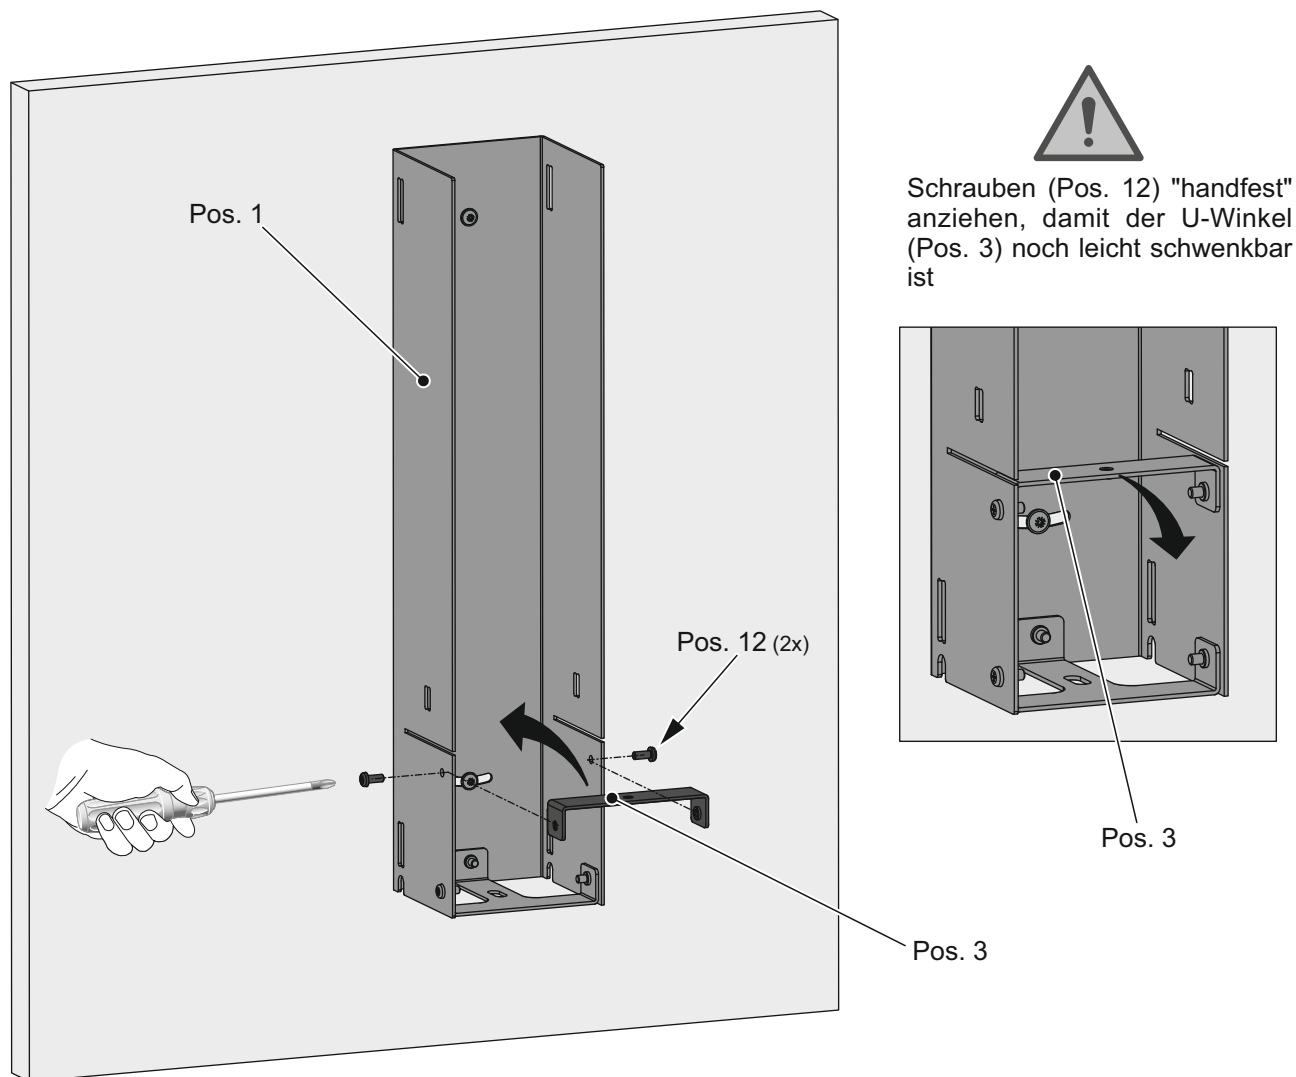

Abb. 23 - U-Winkel für Ablageblech (Pos. 3) vormontieren
11. Setzen Sie den U-Winkel für das Ablageblech (Pos. 3) so in den Korpus (Pos. 1) ein, wie in Abb. 23 gezeigt. Schrauben Sie die beiden Befestigungsschrauben (Pos. 12) so ein, dass sich der U-Winkel noch leichtgängig schwenken lässt.